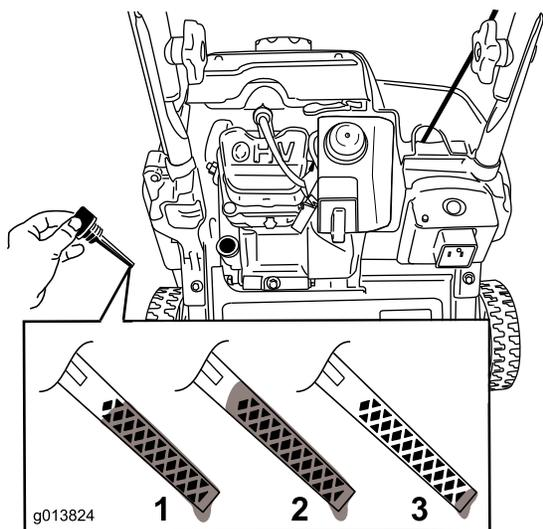

Figure 26
**Remarque:** Pour déterminer le niveau d'huile correct avec la jauge, voir la Figure 26.
**Remarque:** Versez de l'huile dans le carter moteur jusqu'à ce que la jauge indique le niveau correct, comme montré à la Figure 26. Si vous remplissez trop le carter moteur, enlevez le bouchon de vidange pour vidanger l'excédent d'huile dans un bac.